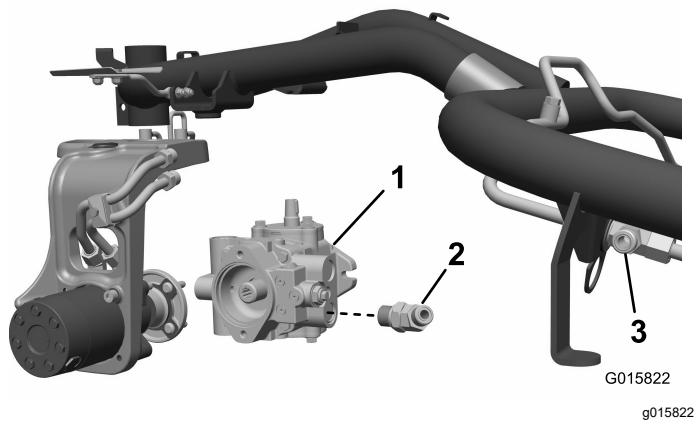

Figura 7
1. Scollegate il flessibile inferiore della pompa idraulica dalla pompa e dal raccordo a T passante superiore sui motori anteriori. Scartate questo flessibile (Figura 7).
Lasciate il raccordo allentato, orientato verso l'alto e rivolto verso l'esterno (Figura 7).